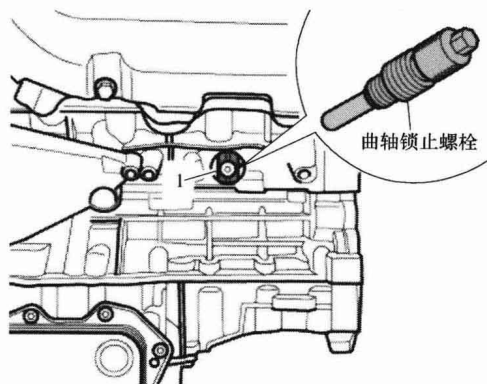
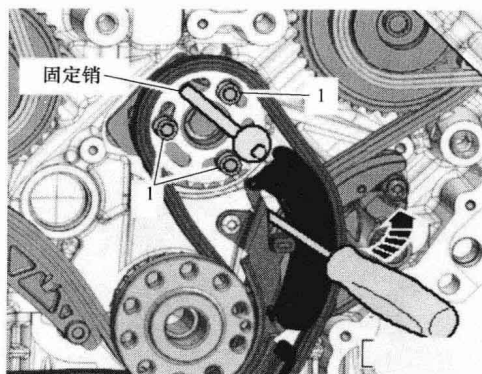

图 1-1-14
图 1-1-19
(6) 如图 1-1-14 所示，将曲轴锁止螺栓
(5) 旋转曲轴, 将曲轴 1 用曲轴锁止螺栓固定在上止点位置, 如图 1-1-14 所示。
(6) 安装链条张紧器及链条和平衡轴链轮。
(7) 如图 1-1-19 所示, 用固定销将平衡轴卡在“上止点”位置。平衡轴链轮中的长孔必须相对于平衡轴螺纹孔处于中间位置。必要时将链条移动一个齿。
(8) 拧紧链条张紧器螺栓。
(9) 拧入链轮螺栓 1 (图 1-1-19), 不要拧紧, 链轮必须在平衡轴上还能转动并且不得翻转。
(10) 松开链条张紧器时去除定位销。
(11) 用螺钉旋具按压链条张紧器的滑轨 (图 1-1-19 箭头所示), 并同时拧紧链轮螺栓 1。
(12) 从平衡轴中拔出固定销 (图 1-1-19)。
(13) 确保两个气缸盖的凸轮轴已用凸轮轴固定装置固定在“上止点”位置, 如